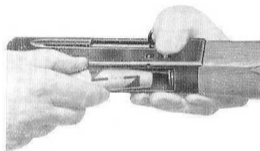

Fig. 3
- 3) Abbassare l'elevatore con l'orlo della cartuccia (fig. 3) ;